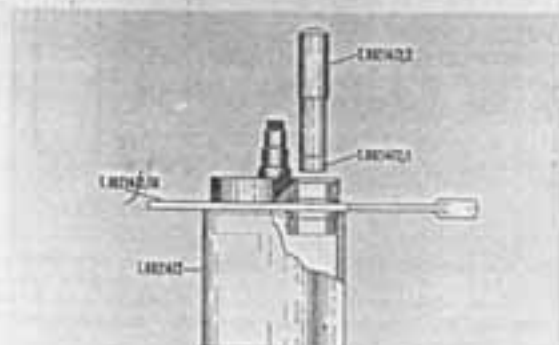

Fig. 52 Op. 1 - Smontaggio semialbero lato frizione.
- 5) - Con la pressa 5479/A separare i due semialberi dal bottone di manovella (ved. op. 1 e 2 di fig. 52 - 53).